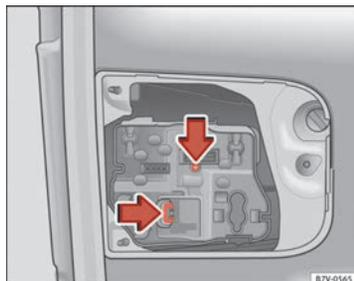

Fig. 212 Dans le hayon arrière : retirer le porte-ampoule.
5. Appuyez sur les languettes de fixation dans le sens de la flèche ⇒ fig. 212 et retirez le porte-ampoule.